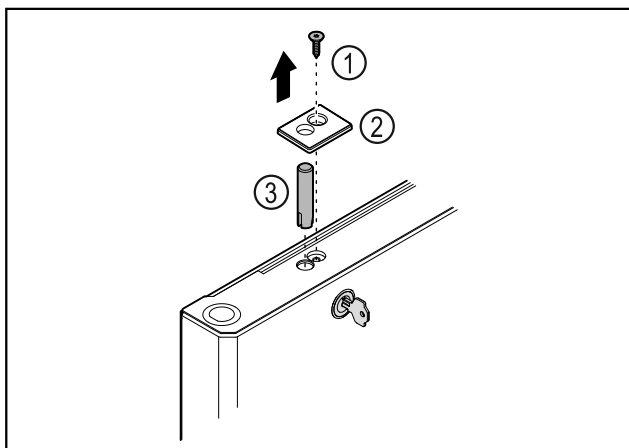

Fig. 42
- Αφαιρέστε τη βίδα Fig. 42 (1).
- Ξεκουμπώστε το κάλυμμα Fig. 42 (2) με ένα μικρό κατσαβίδι και αφαιρέστε το.
- Τραβήξτε έξω τον πείρο της κλειδαριάς Fig. 42 (3).